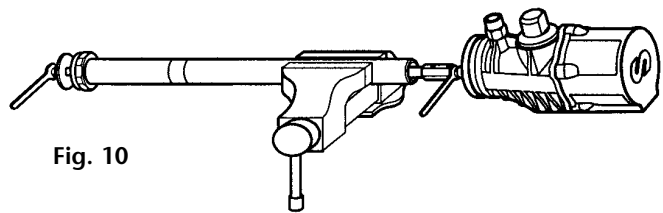

Fig. 10
4. Introduce an open end wrench in the milling of the lower part of the air piston (36) and unscrew the nut (59) and remove the washer (58) (Fig. 10).
4. Introduire une clé plate dans le fraisage de l'axe du piston d'air (36). Desserrer et retirer l'écrou (59) ainsi que la rondelle (58) (voir Fig. 10).
4. Introducir una llave plana en el fresado del eje pistón de aire (36). Aflojar y quitar la tuerca (59) y retirar la arandela (58) (Fig. 10).